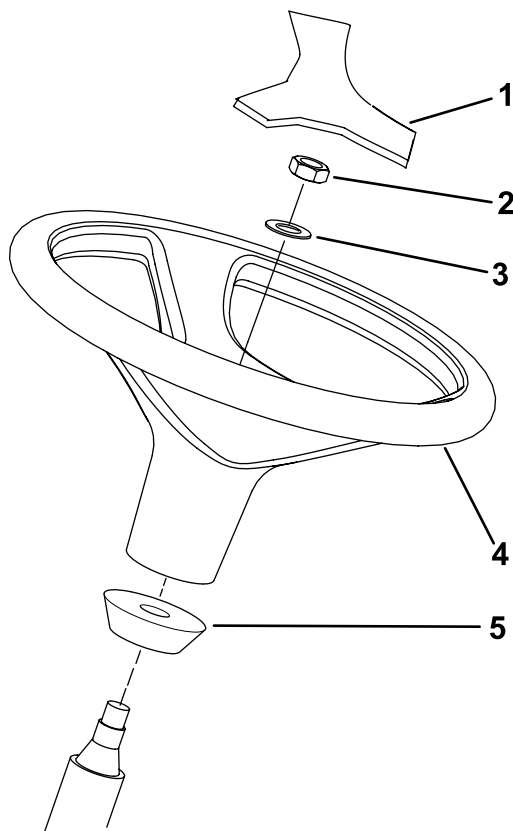

Figura 14
1. Îndepărtați volanul din suportul de transport (Figura 14).
Notă: Asigurați-vă că inelul din spumă rămâne pe arborele de direcție (Figura 14).
3. Glisați volanul și aiba pe arborele de direcție (Figura 14).
5. Montați capacul la volan (Figura 14).